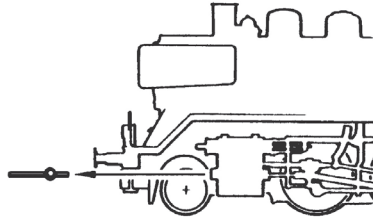

Fig. 3
**Aufrüstung:** Sie können für Ihren Fahrbetrieb unter verschiedenen Kupplungen wählen (Fig. 3). Wir empfehlen den Einsatz der ROCO-Kurzkupplung. Im beigelegten Zurüstbeutel finden Sie auch kleine vorbildgetreue Steckteile für eine erweiterte Aufrüstung Ihres Modells (Fig. 3), die Sie bitte **vorsichtig montieren. Achtung!** Kleben nur mit ausdrücklichem Hinweis.
**Fittings:** Operation is possible with different couplings (fig. 3). We recommend using the ROCO close coupling.
In the enclosed accessory bag you will find small kits to be fitted on your locomotive. Please **mount them cautiously. Attention!** Use glue only if indicated (fig. 3).